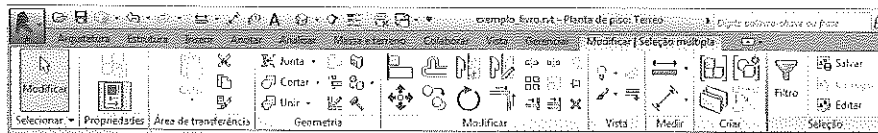

Figura 5.19 – Seleção da ferramenta Filtro.
2. Depois, clique em **Filtro** na aba temporária **Seleção múltipla**, como mostra a Figura 5.19.